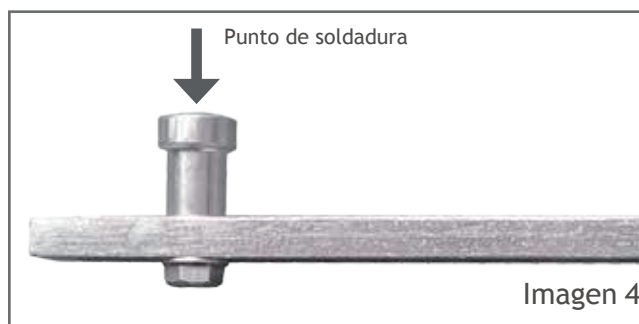

Imagen 4
- Cada elemento del riel tiene 3 agujeros. Inserte los tornillos (J) en cada agujero (ver imagen 4).